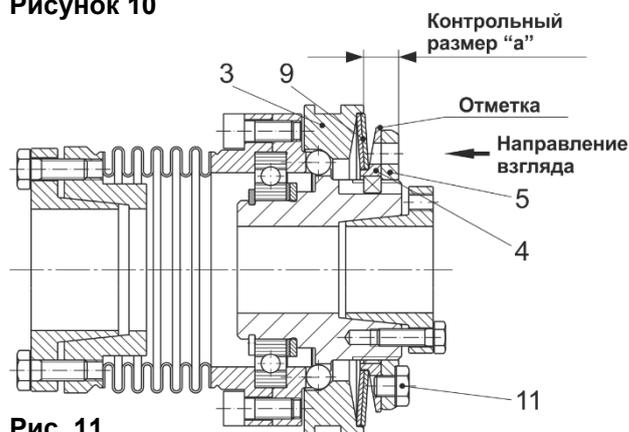
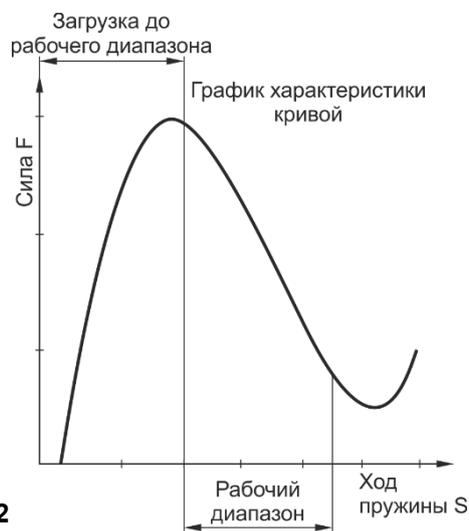

Рис. 11
Рис. 12
Регулировка осуществляется вращением регулировочной гайки (5). Установленные тарельчатые пружины (9) работают в отрицательном диапазоне характеристической кривой (см.Рис. 12), т.е. затягивание регулировочной гайки (5) приводит к уменьшению силы пружины, и соотв. выкручивание регулировочной гайки (5) к увеличению силы пружины.
Если заказчик не указывает нужное значение крутящего момента, муфта **по умолчанию предварительно настраивается** на заводе примерно на 70% соответствующего максимального значения крутящего момента и **маркируется** риску (калибруется). Контроль состояния „использование пружины в рабочем диапазоне” (Рис. 12) может быть выполнен с помощью параметра "а" (расстояние от торцевой поверхности регулировочной гайки (4) до торцевой поверхности нажимной шайбы (3) (Рис. 11)). Эти данные берут из Таблицы 2.
Поворот регулировочной гайки (5) и сжатие тарельчатых пружин (9) за пределами рабочего диапазона характеристик тарельчатых пружин (см. Рис. 12) выводят муфту из рабочего состояния / рабочей функции. После демонтажа муфты (например, при замене тарельчатой пружины или пакета пружин соответственно) размер "а" (см. Таблицу 2 и Рис. 11) должен быть заново настроен и откалиброван.